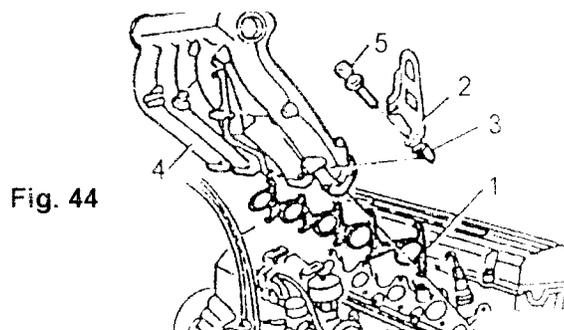

Fig. 44
Nota: Apretar uniformemente el perno (5) (Fig. 44)